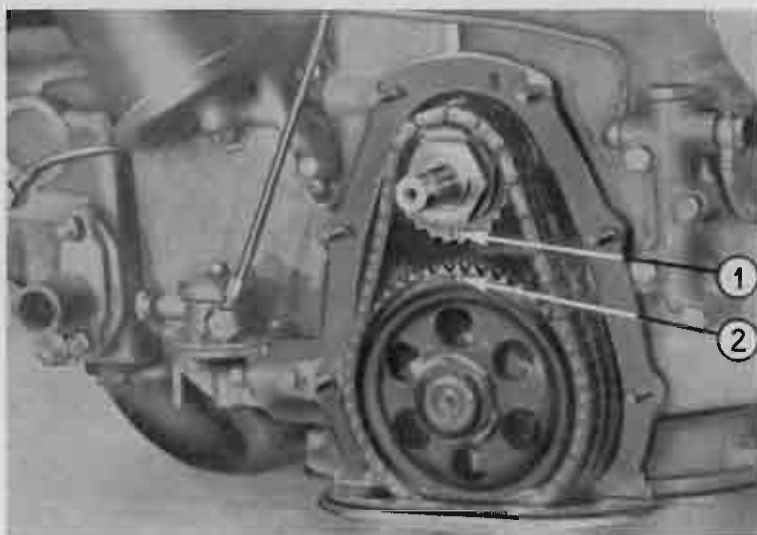

Fig. 35
Distribution. — Le calage correct de la distribution est obtenu en calant le pignon de distribution claveté sur le vilebrequin et la roue clavetée sur l'arbre à came, de telle sorte que les repères portés sur le pignon en (1) et sur la roue en (2) soient l'un en face de l'autre. La chaîne de distribution peut alors être mise en place (fig. 35).